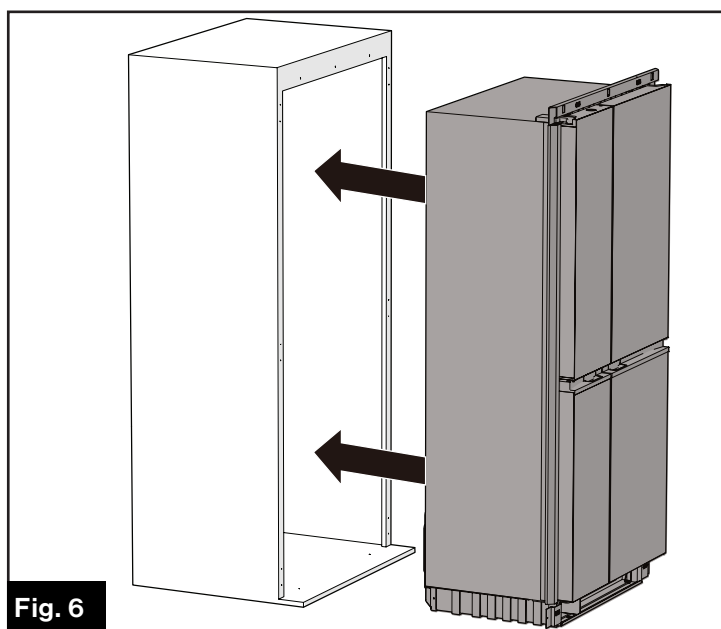
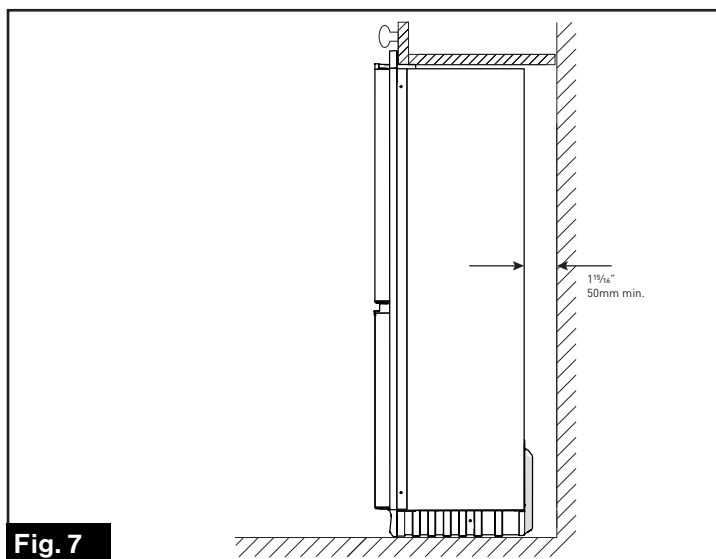

Fig. 6
Fig. 7
5. Coloque el refrigerador completamente dentro del gabinete. (Fig. 6) Asegúrese de dejar un espacio mínimo de 1⁵/₁₆" (50 mm) desde la parte posterior del refrigerador hasta el gabinete para una mejor circulación del aire. (Fig. 7)